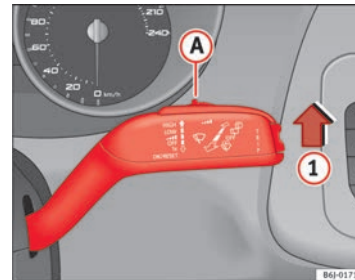

Abb. 64 Scheibenwischerhebel
- Bewegen Sie den Scheibenwischerhebel in Position ① ⇒ Abb. 64.